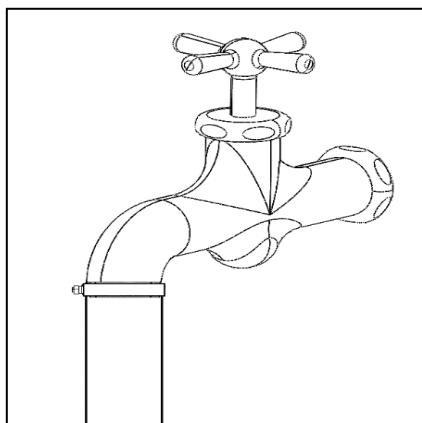

FIGURE 10-16
3. Préparez un tuyau. Attachez le tuyau à une alimentation principale en eau (Fig. 10-16).